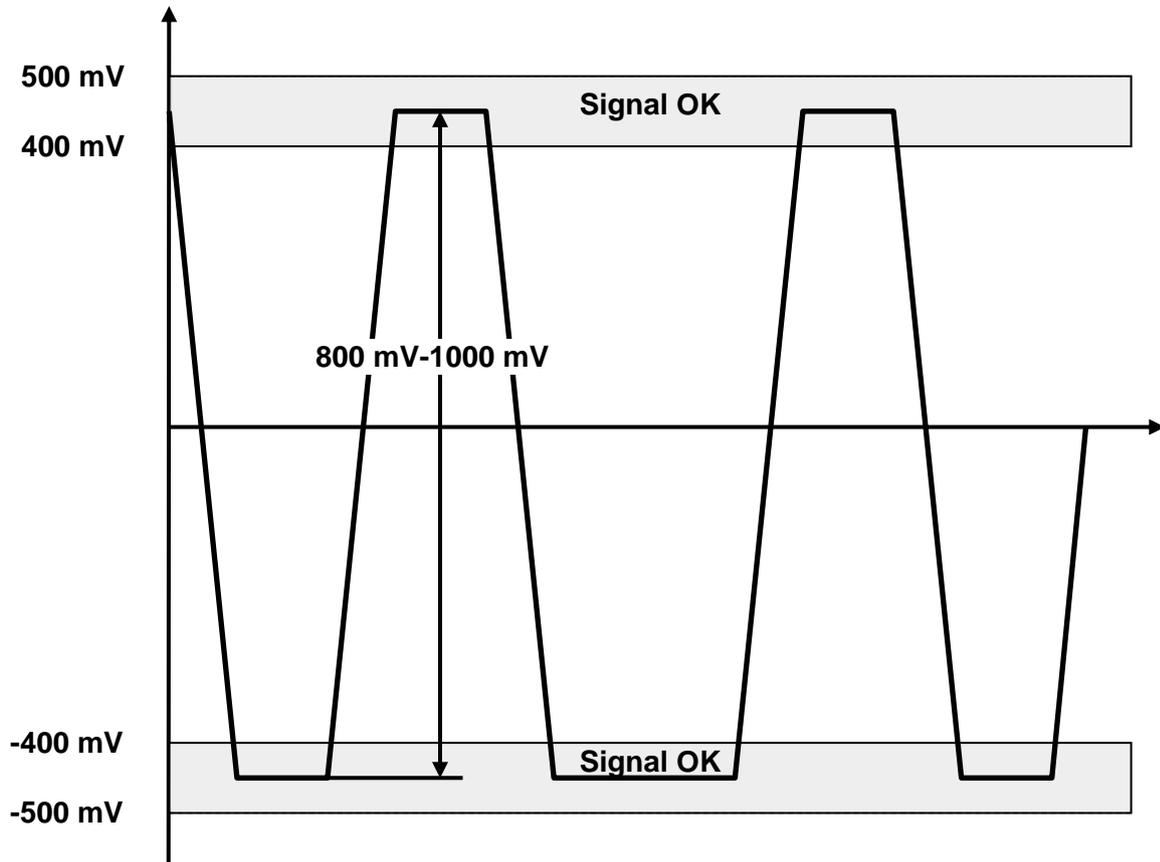

Abbildung 5-9: Ideale Signalform PROFIBUS-MBP (PA)
In der Praxis wird Ihnen eine ideale Signalform, wie in Abbildung 5-9 dargestellt nie begegnen. wird Ihnen ein Beispiel gezeigt, wie ein Datentelegramm auf dem PROFIBUS-MBP (PA) in der Wirklichkeit aussehen kann.